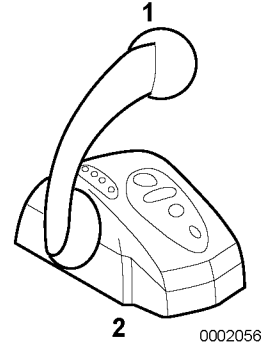

Figure 1
3. Réglez le levier de commande sur le dispositif de commande (**Figure 1, (2))** à la position N (**Figure 1, (1))** (point mort).